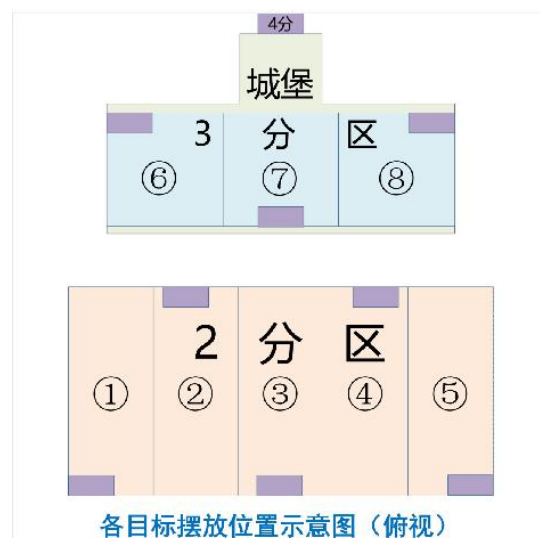

图 3：各目标摆放位置示意图
2. 积分赛中，各场地由裁判摆放目标位置，目标统一正面站立，按标准位置摆放（即图 3 紫色区域内）。
2. 淘汰赛前，所有兵偶由对手进行摆放（限时 1 分钟），兵偶摆放要求正面朝向正前方站立，且每个编号区域内（如图 3，①-⑧号）只能摆放 1 个兵偶。